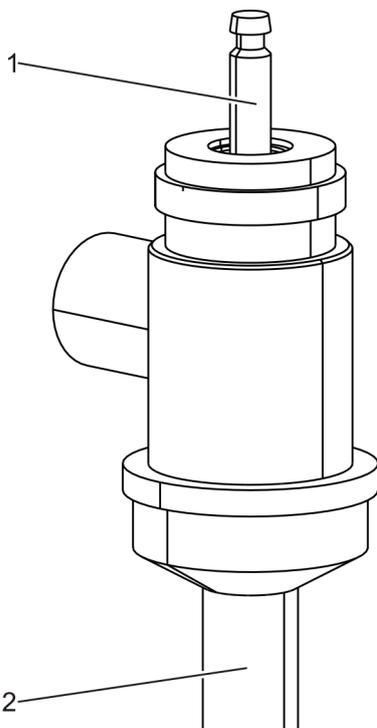

Abb. 71: Abfüllventil zerlegen
1. ➔ Kolbenstange (Abb. 71/1) nach unten aus dem Abfüllventil entnehmen.
2. ➔ Füllrüssel (Abb. 71/2) mit Hilfe des Hakenschlüssels lösen und vom Abfüllventil abnehmen.